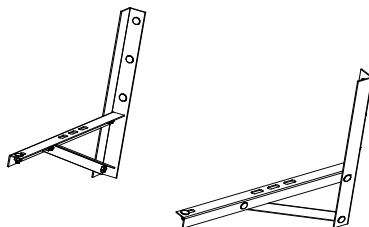

Рис. 9
- Если требуются кронштейны для установки наружного блока, приобретите их самостоятельно (рис. 9).